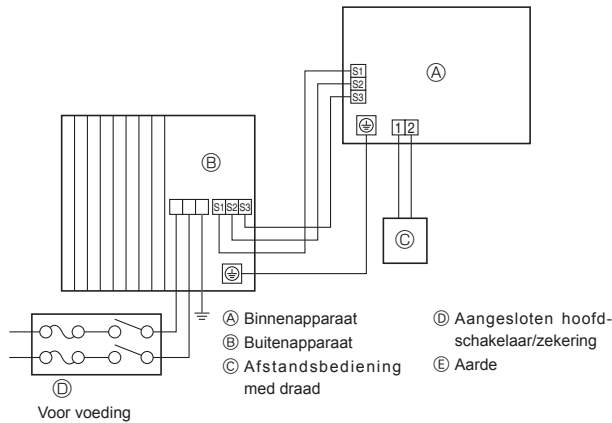

Fig. 7-1
7.1. Voorzorgsmaatregelen (Fig. 7-1)